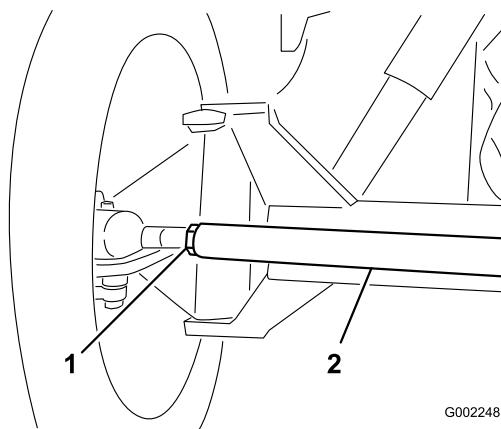

Figura 52
3. Se la misura non rientra nel campo specificato, allentate i controdadi da ambo i lati del tirante (Figura 52).